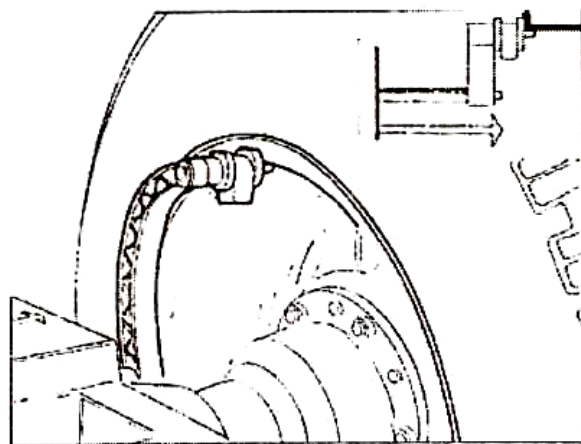

Рис. 11. Измеритель расстояния
1) Привести измеритель в соприкосновение с внутренней стороной обода (см. рис. 11). При перемещении измерителя на экране появится окно ввода данных, в котором будут указаны стандартные размеры колеса, заложенные в программу.
7) Подвести измеритель расстояния к краю обода (см. рис.11) и считать расстояние со шкалы (на вертикальной поверхности крышки).